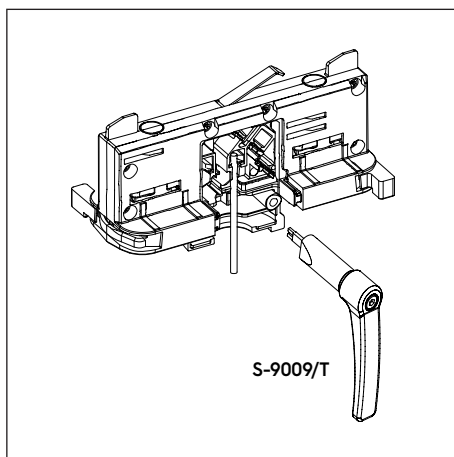

Fig. 1 Cablaggio dell'adattatore
- 9009/... con la possibilità della gestione di un segnale di controllo (fig. 1)
Per il cablaggio dell'adattatore utilizzare cavi con sezione compresa tra 0.5 mm² e 1 mm² in base alla valore di corrente del faretto e di tipo cordato e stagnato. Cablare i cavi dell'adattatore (fig.1) utilizzando l'apposito inserto (da ordinare separatamente), rispettando le giuste polarità marcate sull'adattatore (L / N / T / D+ / D-). Spingere il cavetto fino a che risulta completamente inserito nel contatto ruba corrente. Sono previsti due tipi di blocca cavi: S-9009/10-... (semplice) e S-9009/BC-... (con grano in plastica di blocco), entrambi per guaine di diametro compreso tra 6 e 9 mm. Per fissare l'apparecchio di illuminazione all'adattatore è possibile utilizzare uno degli accessori previsti: S-9009/M10+S-9009/D-10, S-9009/M10+S-9009/D-10 e S-9009/51 (attenzione con questi 3 accessori non è possibile utilizzare il blocca cavo S-9009/BC-...).